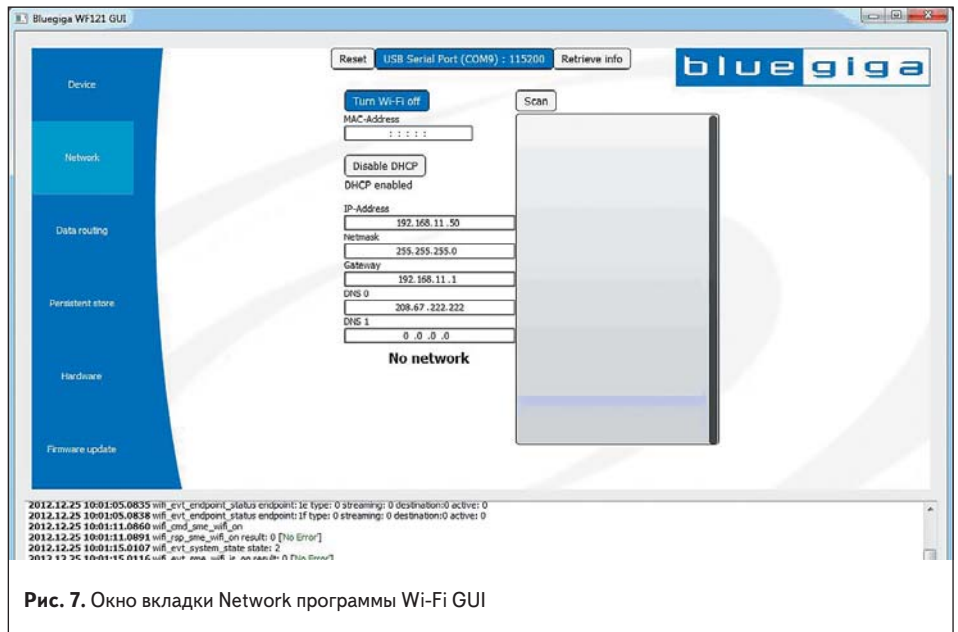

Рис. 7. Окно вкладки Network программы Wi-Fi GUI
- После выполнения предыдущего пункта перейти во вкладку **Network** программы Wi-Fi GUI. Нажать кнопку **Turn Wi-Fi on**, дождаться, пока она станет постоянно синей; внизу окна в логах появится информация об изменениях состояния модуля (рис. 7).